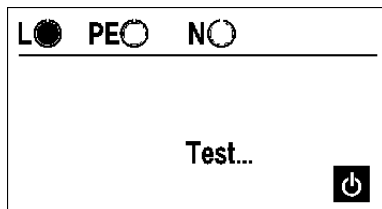

Bild 5.4.7: Laufende Prüfung
► Drücken Sie kurz die Taste "Start / On" (22), die Prüfung wird gestartet. Während der laufenden Messprüfung wird 'Test...' (11) angezeigt, siehe Bild 5.4.7.